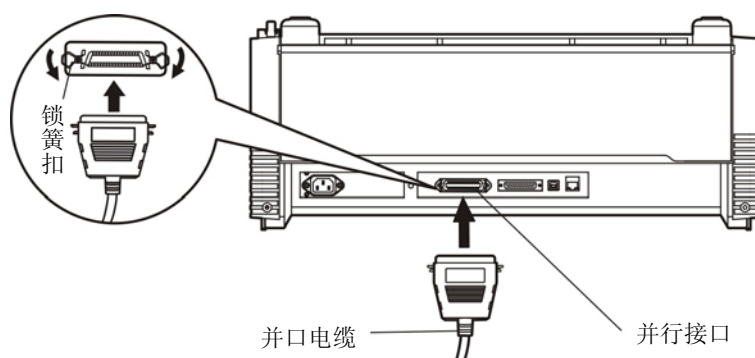
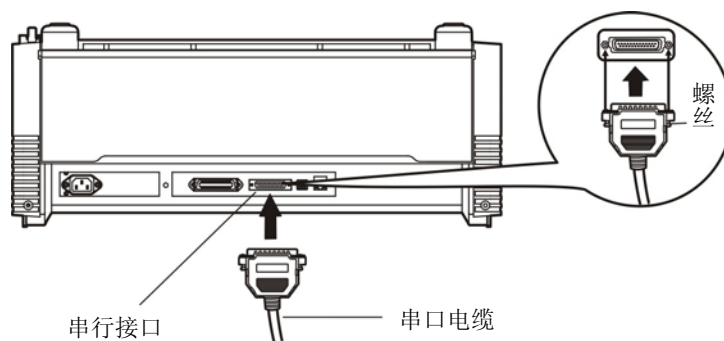
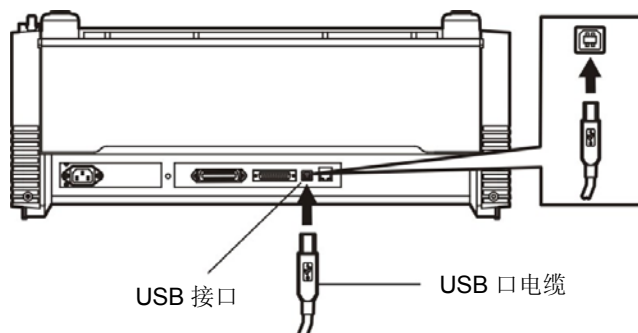
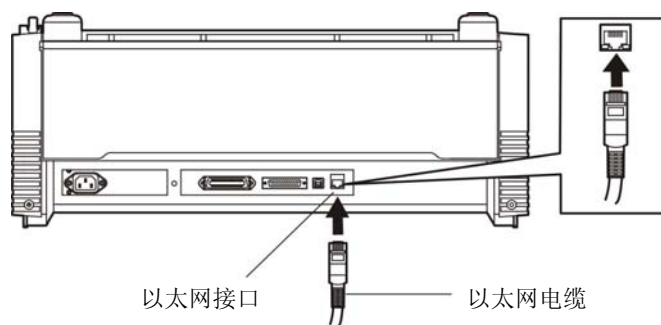

图 2-9 连接并口电缆
图 2-10 连接串口电缆
图 2-11 连接 USB 电缆
图 2-12 连接以太网电缆
本打印机可配置并行接口、串行接口、USB 接口、以太网接口（产品的具体接口配置，以实物为准）。请根据需要，用相应的接口电缆把打印机与计算机相连〔如图 2-9、图 2-10、图 2-11 和图 2-12 所示〕。
1. 关闭计算机与打印机的电源，将并口电缆插头连接到打印机的并行接口，扣上连接器两侧的锁簧扣，使插头固定（如图 2-9 所示）。
1. 关闭计算机与打印机的电源，将串口电缆插头连接到打印机的串行接口，拧紧两侧的螺丝，固定串口电缆。（如图 2-10 所示）
2. 将 USB 电缆的 B 端插头（方型）插进打印机的 USB 接口插座中（如图 2-11 所示）。
将以太网电缆的 RJ-45 水晶插头一端插进打印机的以太网接口插座中（如图 2-12 所示），另一端插头连接到局域网的接入端。